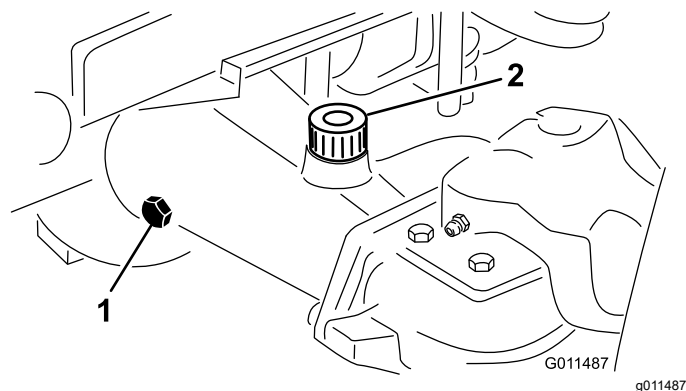

Figura 68
2. Rimuovete un tappo di controllo da un'estremità dell'assale e assicuratevi che il lubrificante raggiunga la parte inferiore del foro (Figura 68).